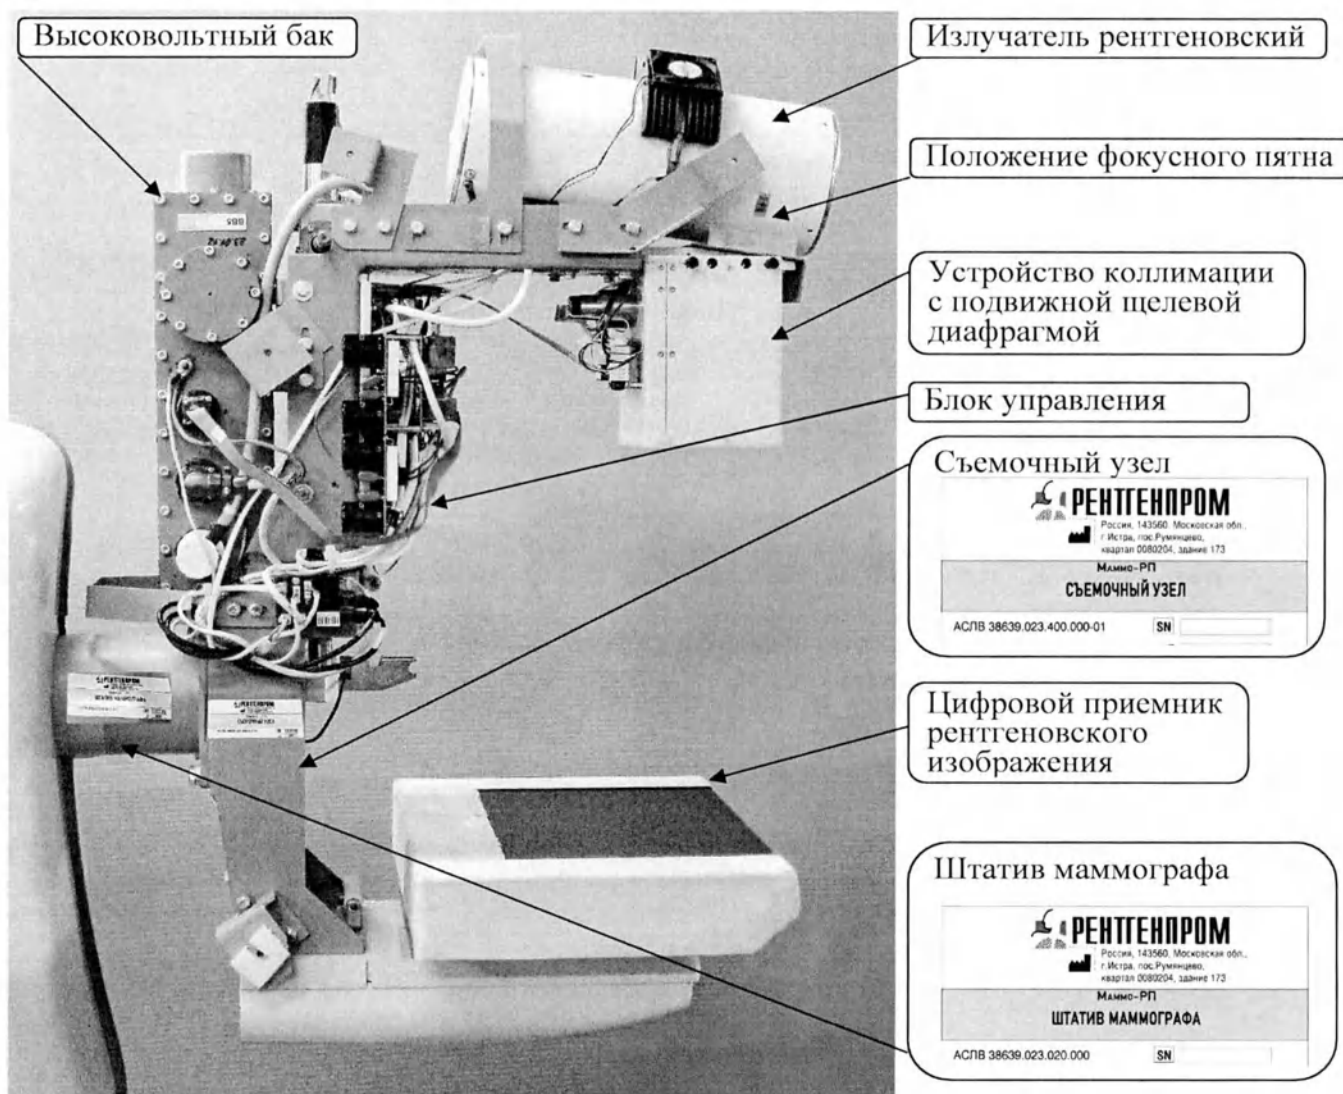

Рисунок 3 – Съёмочный узел
Съёмочный узел (рис.3) крепится на вертикальном штативе маммографа. Включает в себя: излучатель рентгеновский, коллиматор, стол, механизм прижима, высоковольтный источник питания; ручки механического управления компрессией, специальные вертикальные и горизонтальные ручки для пациента, которые облегчают его позиционирование, кнопки аварийного отключения с обеих сторон съёмочного узла. Во время исследования МЖ на съёмочный узел устанавливаются прямоугольные диафрагмы, компрессионные пластины, растродержатель или столик для съёмки с увеличением.
На рис.3 показан внешний вид маммографа со снятыми пластиковыми оболочками – вид съёмочного узла.
4.1.2. Излучатель рентгеновский (рис.3) представляет собой защитный кожух, в котором установлена рентгеновская трубка с вращающимся анодом. Предназначен для генерации рентгеновского излучения. В случае перегрева излучателя на ПК загорится сигнал «Не готов». Принудительное охлаждение не предусмотрено. Маркировка рентгеновского излучателя – по ГОСТ Р МЭК 60601-2-28, знаком радиационной опасности – по ГОСТ 17925.
4.1.3. Устройство коллимации представляет собой подвижную щелевую диафрагму (рис.3), которая служит для формирования пучка рентгеновского излучения.
4.1.4. Цифровой приемник рентгеновского изображения (рис.3) представляет собой плоскопанельный детектор, закрытый столиком пациента (рис.3). Принцип работы ЦПРИ заключается в преобразовании пучка рентгеновских лучей в электрический сигнал, который затем оцифровывается. Рентгеновский пучок попадает на вход приемника излучения (пластину из аморфного кремния). Эта пластина преобразует рентгеновские фотоны в электрические заряды, которые собираются без преобразования матрицей TFT-транзисторов. Затем эти аналоговые электрические сигналы оцифровываются, формируя цифровое изображение.